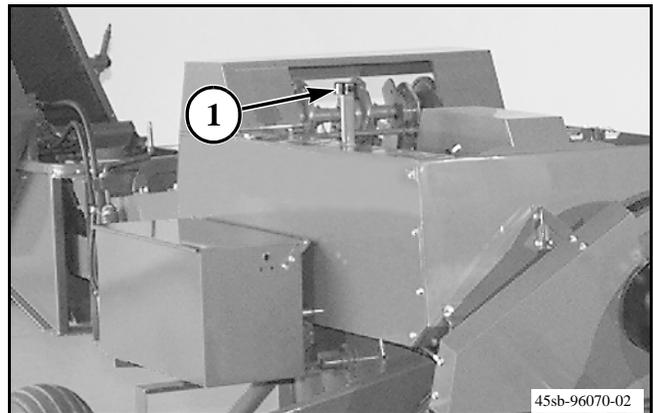

FIG. 9
FIG. 9: Quite y limpie el bolsillo del filtro de la tapa del tubo de respiración (1) y el filtro de aire después de cada cinco días de funcionamiento o con mayor frecuencia en ambientes de mucha suciedad. Utilice solvente para limpiar el bolsillo del filtro de la tapa del tubo de respiración y el filtro de aire. Coloque el filtro de aire en aceite de motor 10W limpio durante un breve período antes de instalarlo. Reemplace el filtro cuando esté muy sucio o cuando sea difícil limpiarlo.